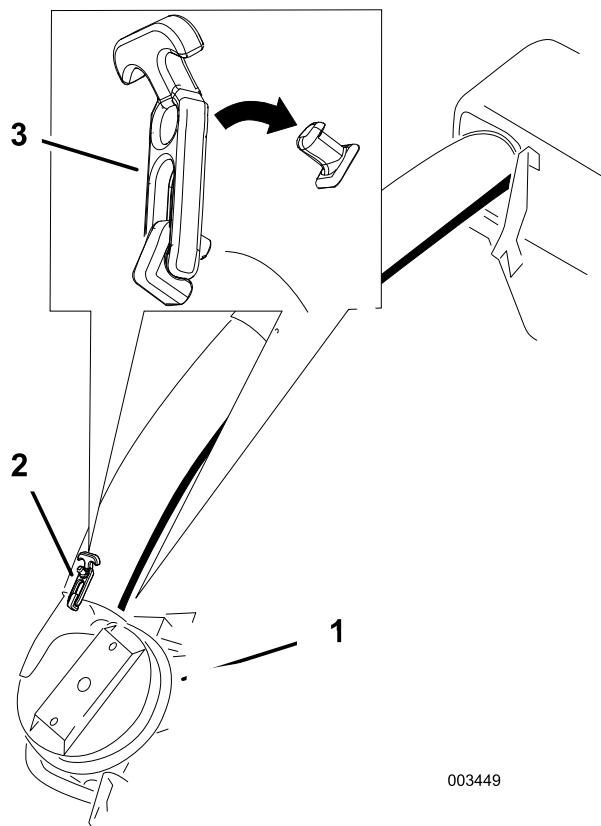

Figura 35
6. Deslice el tubo inferior sobre la carcasa del soplador y sujeté ambas piezas con los cierres (Figura 35).